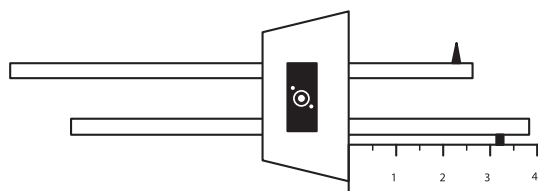

Рис. 18. Определение размера рейсмуса
2. Определите, на какой размер установлен рейсмус на рис. 18.